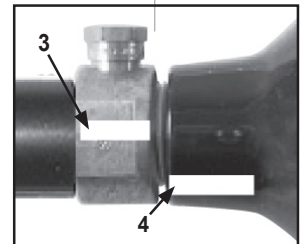

Figure 9: Preset et bouteille montées incorrectement
Voir Figure 9. Des incidents causés par des joueurs qui ont par mégarde dévissé la bouteille (2) du preset (1) ont été rapportés. Cela se produit, quand le joueur pense qu'il dévisse l'ensemble bouteille-preset de l'adaptateur d'air/CO2 du marqueur, alors qu'il dévisse en réalité la bouteille du preset.
Pour éviter ce risque, il est recommandé (si votre bouteille n'est pas encore marqué) d'utiliser de la peinture ou du vernis à ongles, pour tracer une marque (3) sur le preset de la bouteille et une autre marque (4) sur la bouteille, comme montré sur le Figure 9.